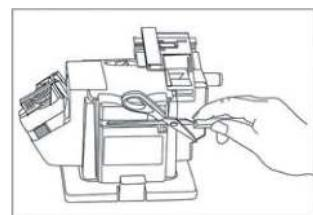

Рис. 5
- 1.** Установите блок заточки ножей и ножниц (7) на силовой блок (8).
- 4.** Перемещайте одно из лезвий ножниц вдоль щели заточки (17).
- 5.** Потяните лезвие поперёк шлифовального круга от основания к кончику (Рис. 5).